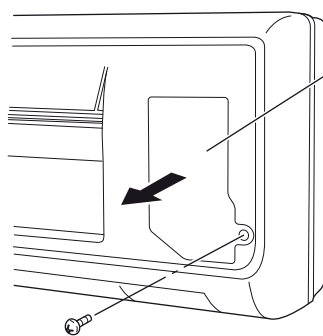

Fig. 24a
- (1) Tome la rejilla de entrada por ambos extremos, y extraígalas abriéndola hacia delante y tirando hacia usted.
- (2) Quite el tornillo en la placa de cubierta del lado derecho y abra la cubierta. (Fig. 24a o 24b)